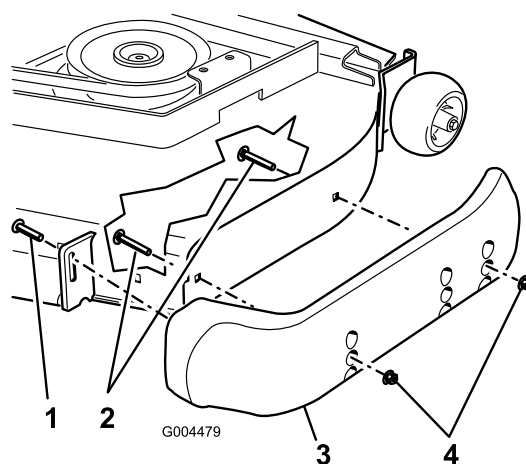

Figura 7
3. Allentate la vite davanti a ciascun pattino. Sui tosaerba Guardian sono presenti 2 pattini e sui tosaerba con scarico laterale (Figura 7).